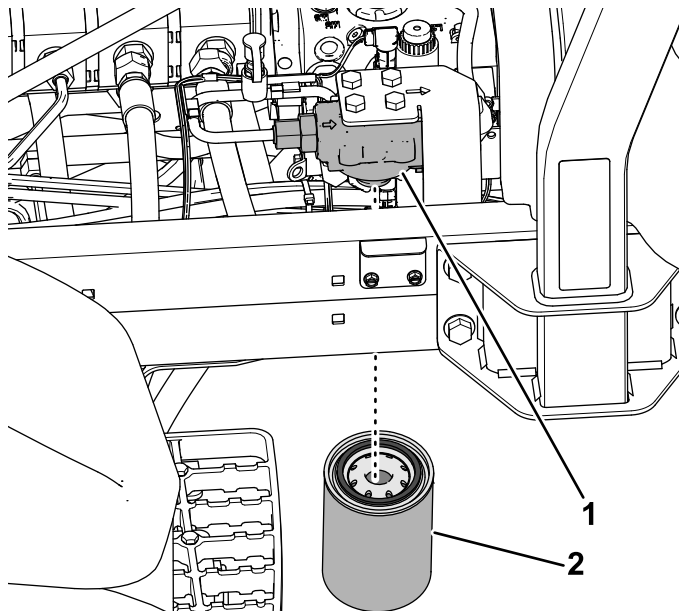

Figure 149
3. Placez un bac de vidange sous le filtre de charge, sur le côté gauche de la machine (Figure 149).